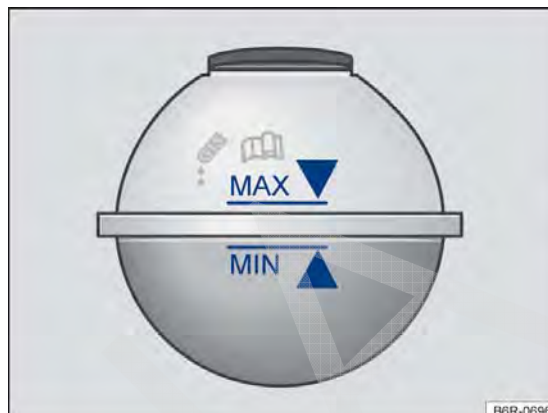

Fig. 132 No compartimento do motor: marcação no reservatório de expansão do líquido de arrefecimento do motor.
- Com o motor frio, verificar o nível do líquido de arrefecimento do motor pela marcação lateral do reservatório → Fig. 132.
- O nível do líquido de arrefecimento do motor deve permanecer dentro da marcação do reservatório → Fig. 132. **Não completar acima da marca "MAX"** → ⓘ!
- Completar com líquido de arrefecimento do motor somente até a marca "MAX" → Fig. 132. Caso contrário, ao aquecer-se, o líquido excedente será expulso do sistema de arrefecimento do motor e poderá causar danos.